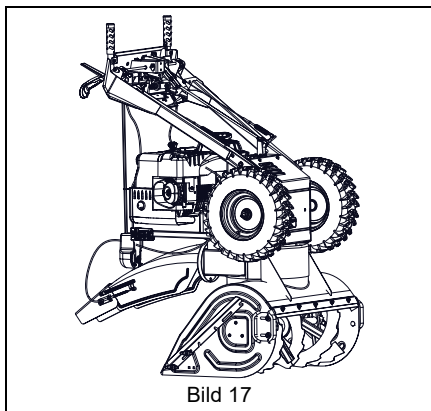

Bild 17
Se Bild 17.
- Placera maskinen i serviceläge (se Bild 17).